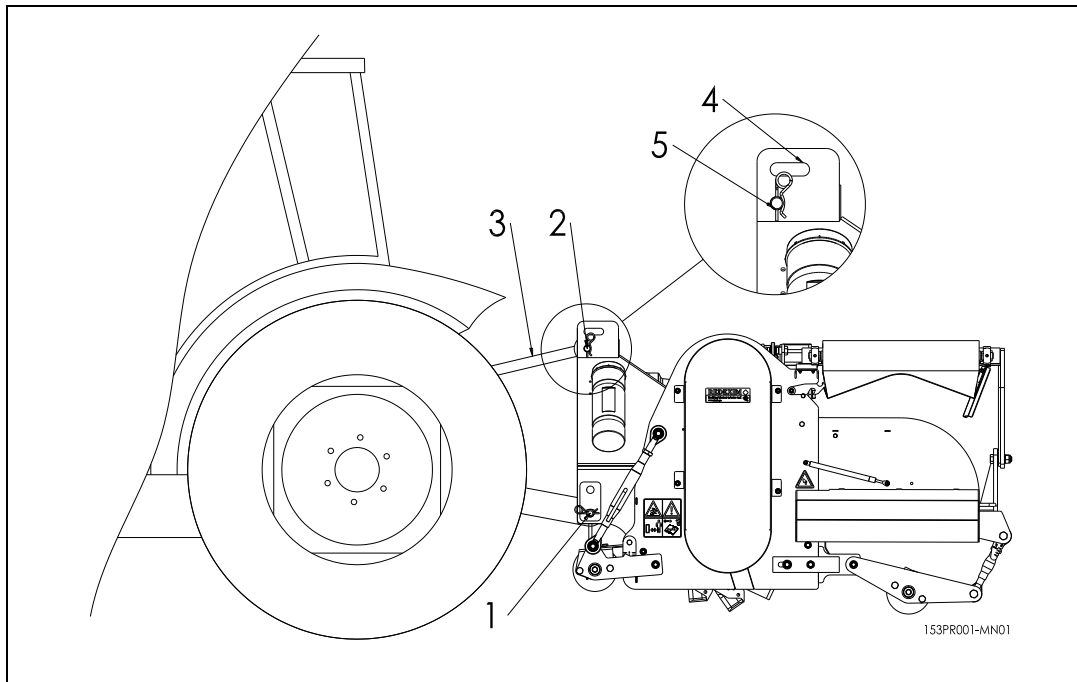

Fig. 9
La méthode est la suivante : (Fig 9.)
Veillez à ce que le bras d'attelage supérieur soit relié et sous tension en position de transport (position 5) ! Voir chapitre 4.0 fig. 9
6. Sur demande, le tirant supérieur peut être placé en position de suivi de terrain dans l'orifice 4 (voir chapitre 4.0 fig. 9).